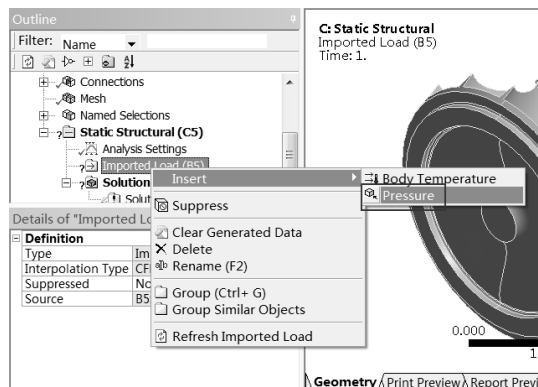

图 17-84 添加载荷
Step8：右击 Static Structural ImportLoad 选项，在弹出的如图 17-84 所示的快捷菜单中选择 Insert Pressure 命令。